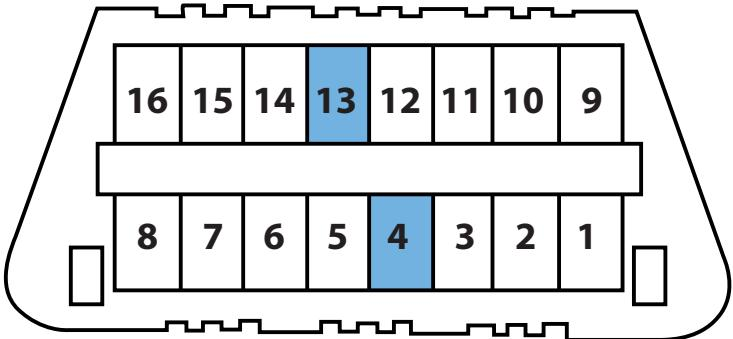

Fig. 2.
2. Utilizzare un ponticello per collegare i terminali 4 e 13 del connettore di diagnosi OBD a 16 pin come illustrato in fig. 2.